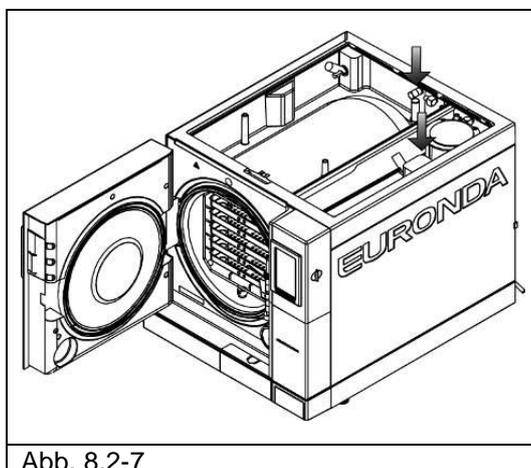

Abb. 8.2-7
6. Die Filter aus dem Frisch- und Brauchwasserbehälter nehmen (Abb. 8.2-7), unter fließendem Wasser waschen, um Rückstände zu entfernen, und danach wieder richtig in den Tank einsetzen.